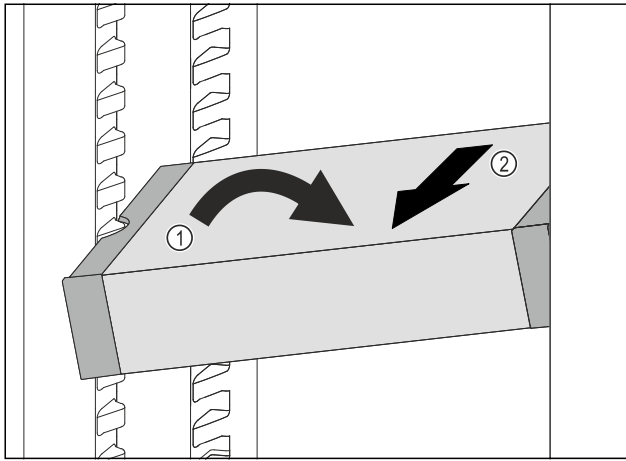

Fig. 97
- ▶ Predal VarioSafe postavite v hladilniku postrani. Fig. 97 (1)
- ▶ Predal VarioSafe izvlecite v smeri naprej. Fig. 97 (2)